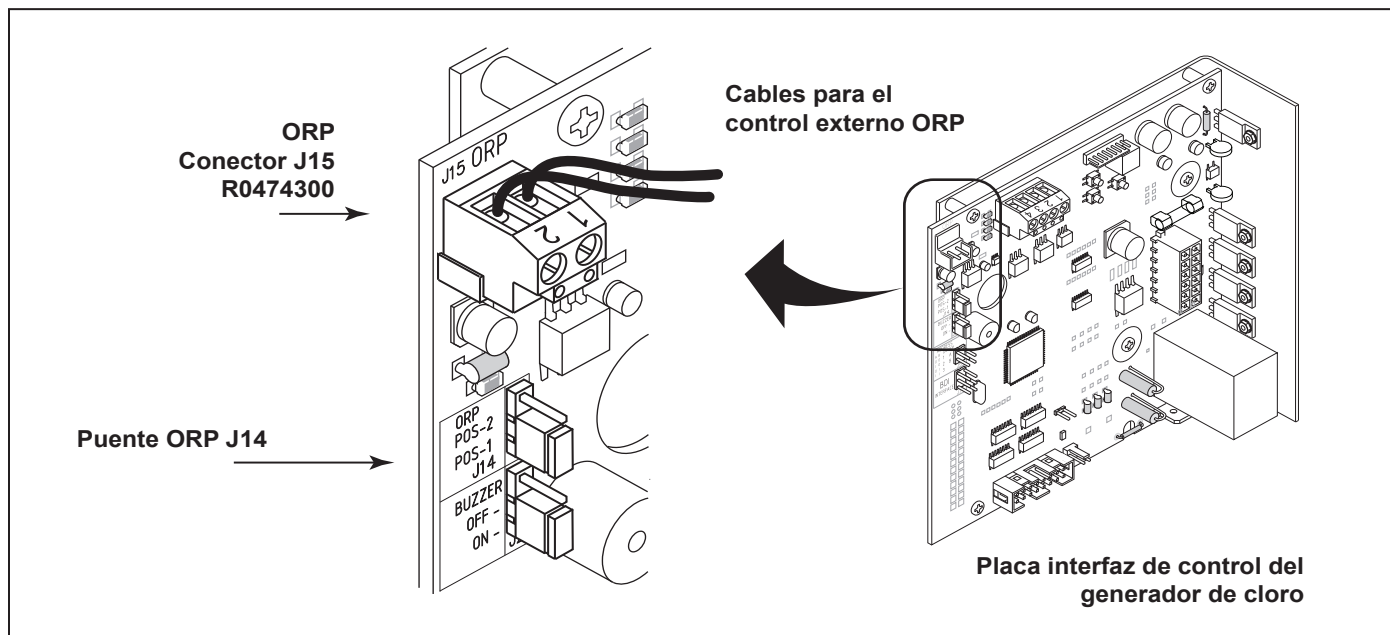

Figura 17. Puente móvil ORP J14
Un dispositivo externo como un ORP (potencial reducción oxidación) controlador de suministro de 24 voltios de CA puede usarse para controlar la salida de la cloración. El tablero de control de cloración se puede configurar en el campo para operar en dos (2) modos diferentes. El modo de operación está determinada por la posición de un jumper J14 muebles. Ver la Figura 17 para la ubicación.
**POS-1** Espere por lo menos un (1) minuto después de encenderlo. Véase la nota 1.